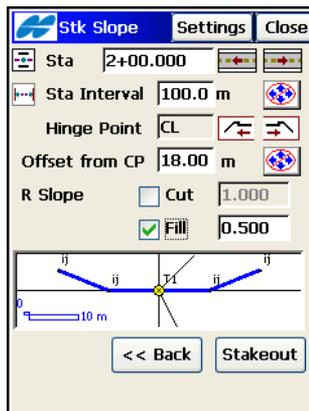

Abbildung 9-42. Abstecken von Neigungen
- Legen Sie im Fenster *Abst. Neig.* die Eigenschaften des Querprofils an der Absteckstationierung, das Stationierungsintervall, den Wechsellpunkt (an dem sich Auf- und Abtragslinien kreuzen), die Werte für Auf- und Abtragsneigung sowie den Offset vom Fangpunkt (an dem die Neigung das vorhandene Gelände schneidet) fest (Abbildung 9-42).